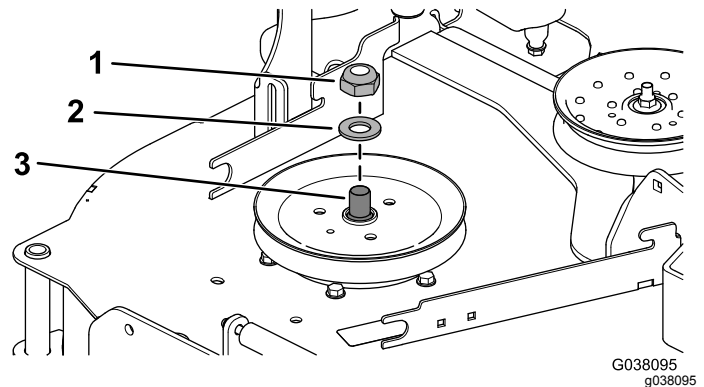

Figure 27
3. Utilisez une clé (1½") pour immobiliser l'axe de pivot quand vous retirez le contre-écrou (¾") et la rondelle de l'axe (Figure 27).